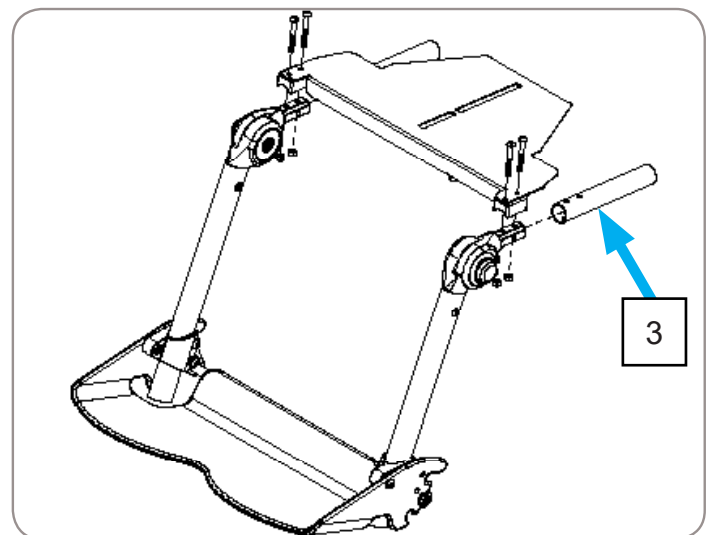

Figura 25
5. Retire los tubos cortos **3** del asiento del conjunto del asiento delantero. Se requiere una llave hexagonal de 4 mm y una llave de 10 mm. Referencia Figura 25.